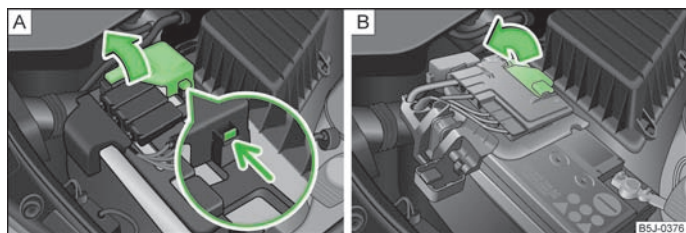

Fig. 123 Batterie du véhicule : Relever le cache (boîte de vitesses automatique)/(boîte de vitesses manuelle)
- Débloquez le verrouillage sur le côté du pôle positif de la batterie » fig. 123 - [A].
- Relevez le cache dans le sens de la flèche » fig. 123 - [A] (boîte de vitesses automatique) ou » fig. 123 - [B] (boîte de vitesses manuelle).